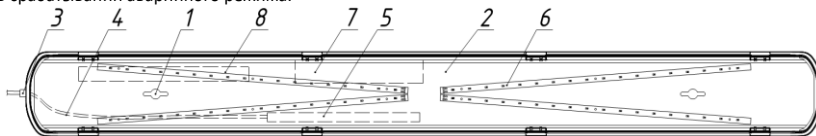

Рисунок 2 — Конструкция светильника Geniled ЛСП.
3.3. Светильник Geniled ЛСП состоит из основных частей (см. рисунок 2):
- 5.5. Снимите стальную пластину. Для этого переведите поворотные держатели 1 в необходимое положение (Рисунок 2, п.1).
5.7. Проведите кабель питания через герметичный уплотнитель (Рисунок 2, п.3) внутрь корпуса и подключите к клеммной колодке светильника: